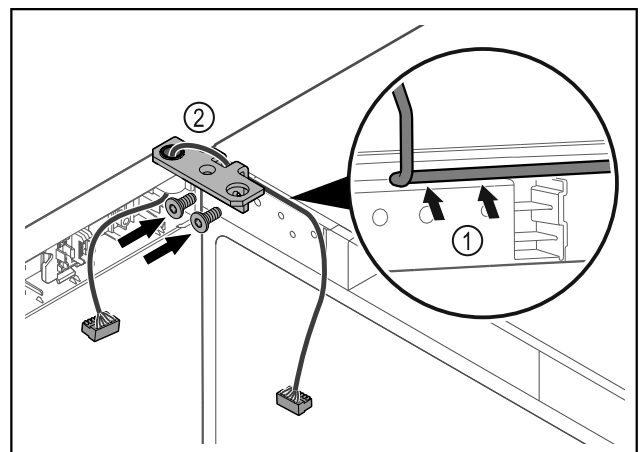

Fig. 47
- ▶ 将电缆穿过合页角铁的缺口并小心铺设 Fig. 47 (1)。
► 拧上合页角铁 Fig. 47 (2)。